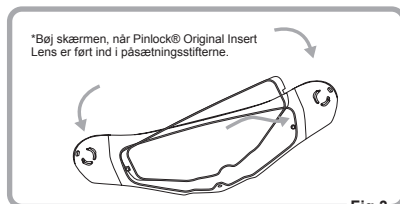

Fig.3
2. Bøj skærmen forsigtigt, indtil skærmen bliver flad. Klik derefter den anden side af Pinlock® Original Insert Lens ind i påsætningsstifterne, og lad derefter skærmen forsigtigt vende tilbage til den oprindelige afrundede form. Sørg for, at Pinlock® Original Insert Lens passer inden i rammen (Fig. 3, 4 og 5). (Følg 3 på næste side)